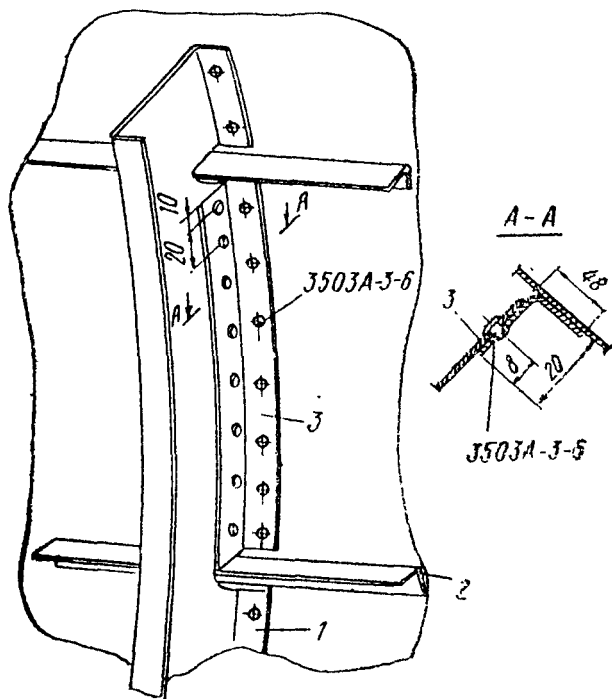

Рис. 4.10. Устранение трещин, заканчивающихся на заклепках борта шпангоута:
10. Трещины по полке шпангоута, заканчивающиеся на заклепках, устраните согласно рис. 4.10.